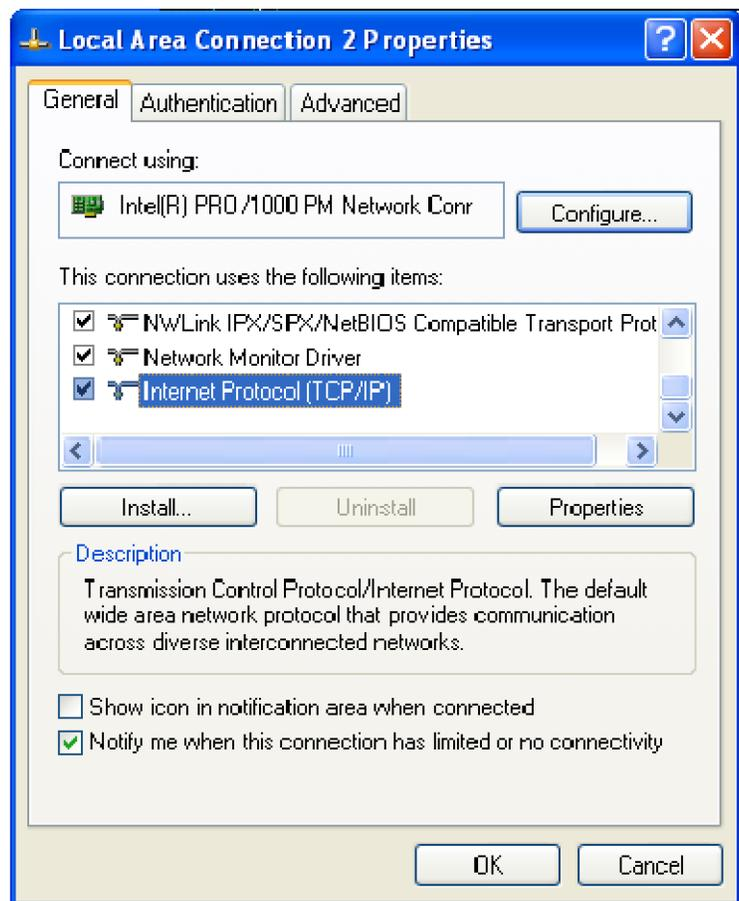

図 8: LAN Connection ダイアログ・ボックス
2. お使いのローカル LAN カードに対応するローカル・エリア接続のアイコンを右クリックし、メニューから **Properties** を選択します。Properties ダイアログ・ボックスが表示されます。(図 8 参照)。